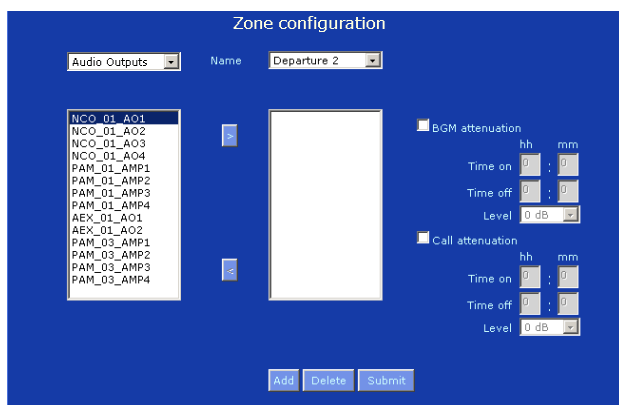

figura 34.6: Nuova zona, passaggio 4
- 4 Fare clic sul pulsante *OK*. Nella cornice principale dell'interfaccia web, appare una schermata simile a quella in figura 34.6.